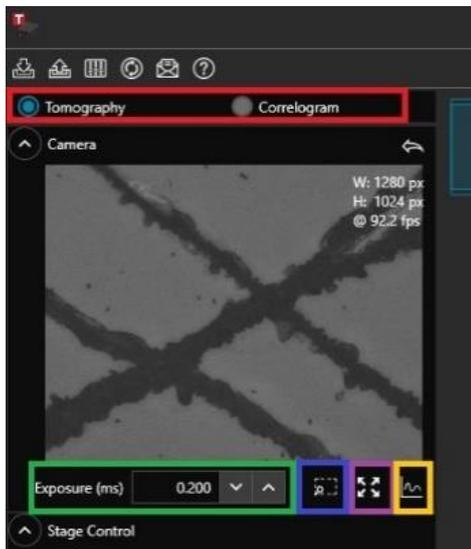

Abbildung 22:
- Überprüfen Sie, sobald Sie nicht mehr den Laser verwenden, dass das Intensitätsprofil (siehe Abbildung 22) bei etwa 500 ist. Verändern Sie gegebenenfalls die Leistung der Lampe um dies zu erreichen.